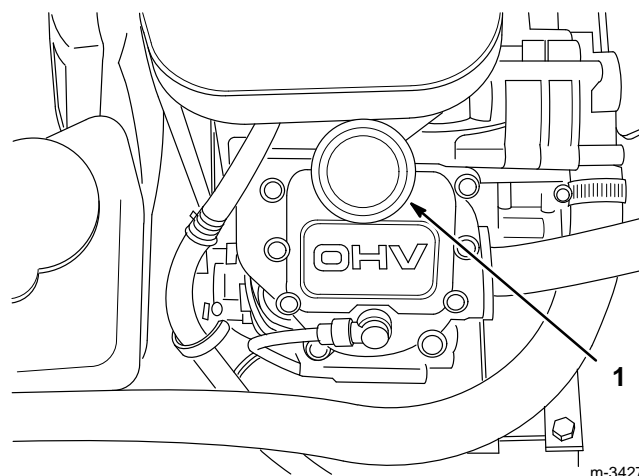

Abbildung 27
6. Die Öleinfüllkappe (Abb. 27) abnehmen und den Motor mit einem hochwertigen Motoröl der Kategorie API Service SG oder SH auffüllen (siehe Viskositäts-Diagramm).
7. Langsam ca. 80% der angegebenen Ölmenge in das Öleinfüllrohr gießen (Abb. 27). Dann den Ölstand kontrollieren. Siehe "Kontrolle des Motorölstands", Seite 10. Langsam Öl nachgießen, um den Ölstand bis zur FULL-Marke am Peilstab zu bringen.